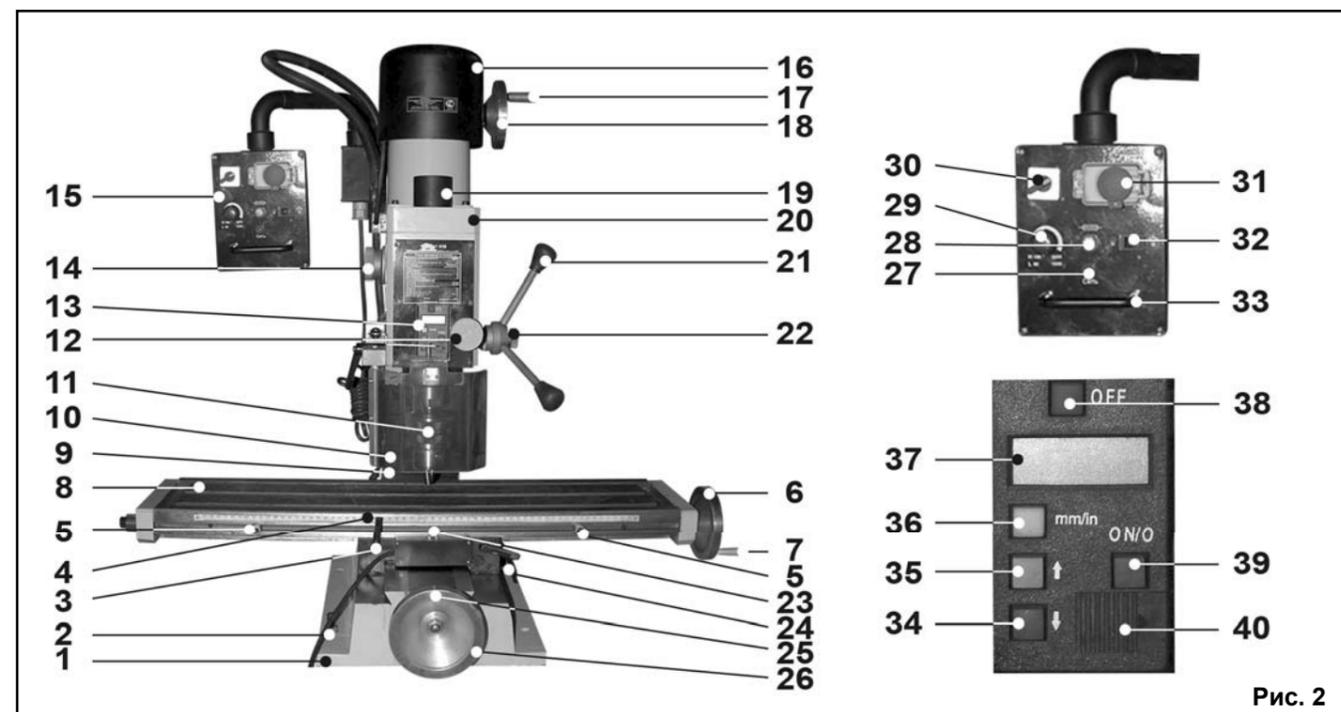

Рис. 2
8.1. Монтаж станка (Рис. 2)
8.2. Сборка (Рис. 2)
9.1. Регулировка плавности хода продольного перемещения рабочего стола (Рис. 2- 5)
9.3. Регулировка плавности хода вертикального перемещения шпиндельной бабки (Рис. 2,7,8)